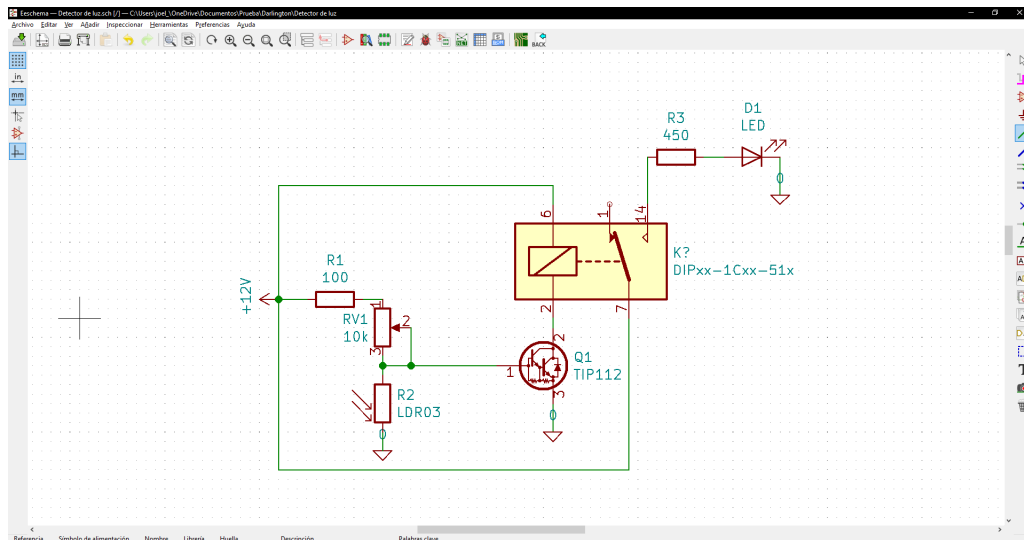

Figura 3: Circuito completo
4. Se agrega el circuito del LED conectado a comúnmente abierto en el relay quedando el circuito como el de la figura 3